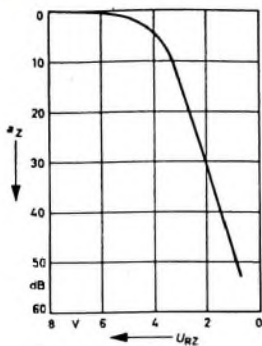

Bild 4. ZF-Regelverhalten (Mittelwert)
aufwärts geregelt. Bild 4 zeigt den Verlauf der Herabregelung  $a_z$  der Verstärkung in Abhängigkeit von der ZF-Regelspannung  $U_{RZ}$ . (Der Collectorstrom des AF 200 steigt mit abnehmender Regelspannung von 4,2 mA bei 7 V auf 8,2 mA bei 0,5 V.) In dem für diese Betrachtung interessierenden Regelungsgebiet  $30 \text{ dB} < a_z < 47 \text{ dB}$  verläuft die ZF-Regelkurve mit guter Näherung nach
Hierin ist  $S$  die Regelsteilheit (nach Bild 4 etwa  $20 \text{ dB/V}$ ) und  $U_{RZ1}$  die zur Herabregelung  $a_{z1} = P_{A1}$  gehörige ZF-Regelspannung (etwa  $1,75 \text{ V}$ ). Vom Beginn der HF-Vorstufenregelung an besteht zwischen der HF-Vorstufenregelspannung  $U_{RH}$  und der ZF-Regelspannung  $U_{RZ}$  ein linearer Zusammenhang nach Gl. (3)